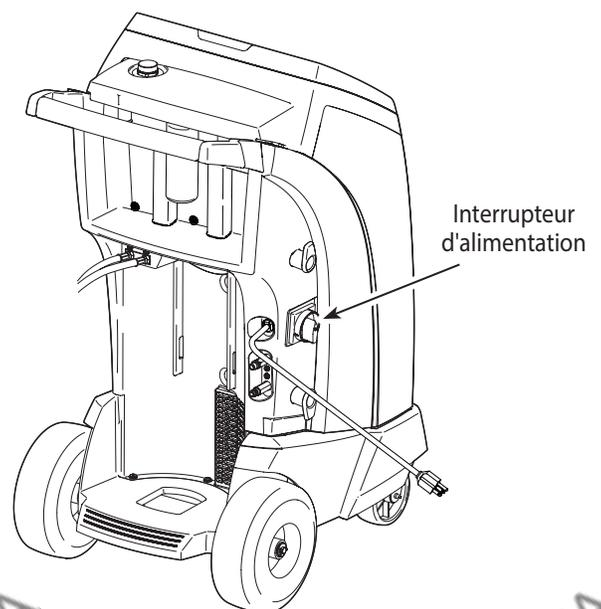

Figure 1
4. Tournez l'interrupteur d'alimentation dans le sens horaire pour mettre la machine en marche. Reportez-vous à la figure 1.